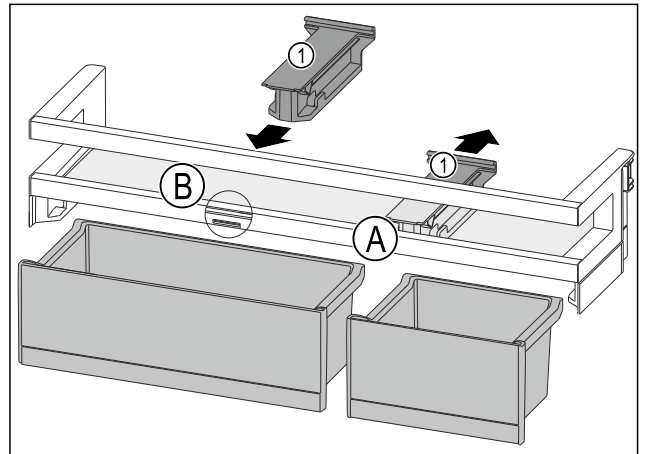

Fig. 112
- ▶ Изтеглете задържащата част Fig. 112 (1) на позиция Fig. 112 (A) назад.
- ▶ Поставете задържащата част Fig. 112 (1) на позиция Fig. 112 (B).